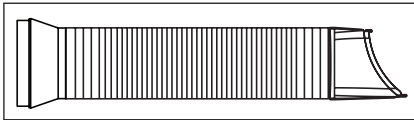

Fig. 3
1. Estendere uno dei due lati del tubo flessibile (Fig. 3).